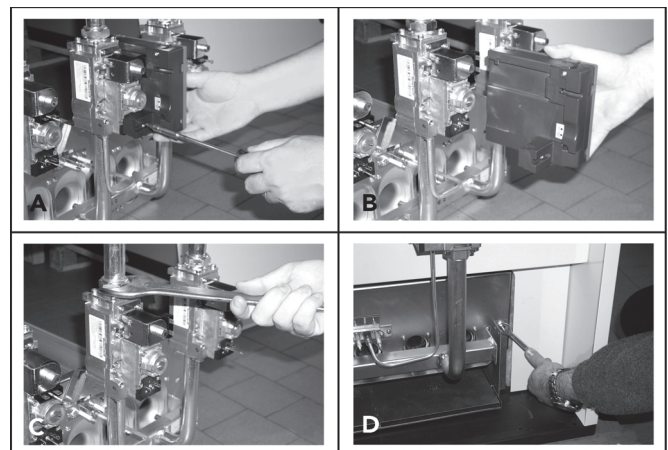

fig. 9 - Démontage et nettoyage du groupe des brûleurs
- Dévisser les 2 vis de fixation de la centrale électronique de contrôle de flamme à la vanne de gaz (rep. A - fig. 9) et la désenfiler des vannes de gaz (fig. B - fig. 9).
- Dévisser les écrous fixant le tuyau d'adduction des gaz en amont de la vanne gaz (part. C - fig. 9).
- Dévisser les deux écrous fixant la porte de la chambre de combustion aux éléments en fonte de la chaudière (rep. D - fig. 9).